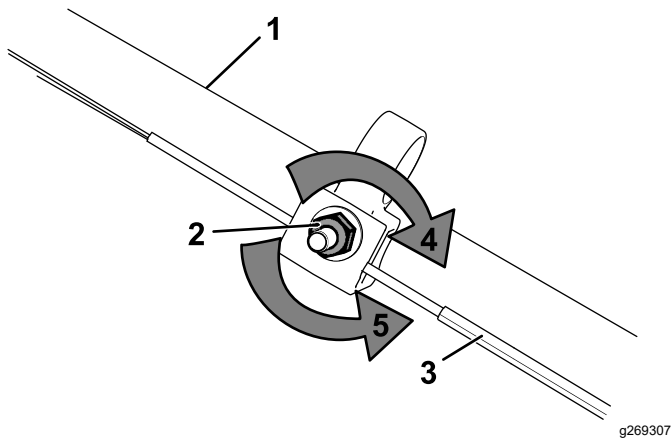

Figura 22
1. Rode a porca de ajuste no sentido contrário ao dos ponteiros do relógio para folgar o ajuste do cabo (Figura 22).
2. Ajuste a tensão do cabo (Figura 22) puxando-o para trás ou empurrando-o para a frente e mantendo a posição.